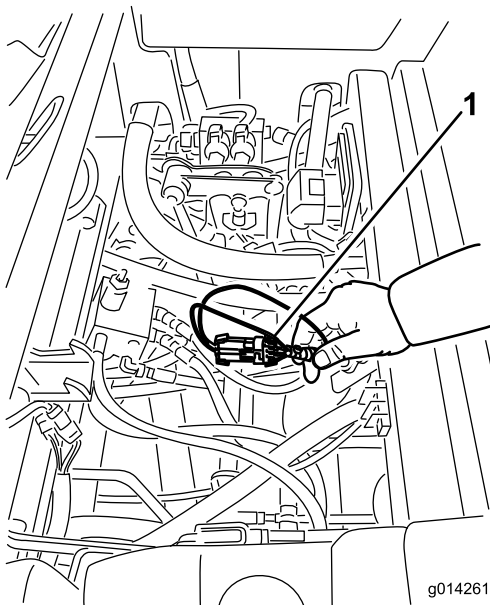

Bild 27
3. Machen Sie den Kabelbaum und die Stecker in der Nähe des Controllers ausfindig (Bild 27).